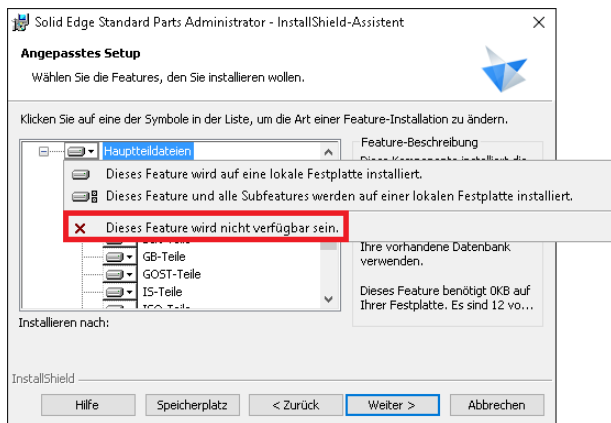
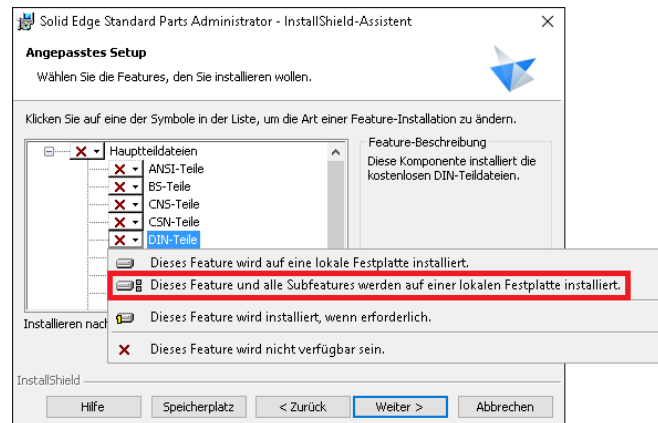
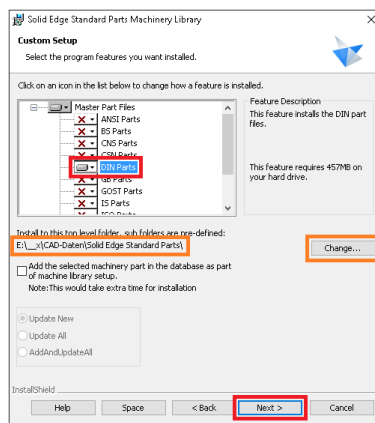

Abbildung 7
Abbildung 8
Abbildung 14
3.5. Stellen Sie sicher, dass zumindest eine Norm der sogenannten Hauptteile installiert wird, ansonsten wird **keine** Verbindung zur Datenbank hergestellt – d. h., dass die Standard Parts nicht funktionieren! Wählen Sie zuerst alle Hauptteildateien ab, indem Sie im Pull-Down-Menü das rote X (Abb. 7) auswählen. Dann erweitern Sie ggf. die Liste, so dass Sie eine Norm aktivieren (Abb. 8). Vorzugsweise eine der Normen, die Sie vollständig installieren möchten – Hier im Beispiel DIN-Teile.
- 4.3. Wie schon unter 3.6. (Abb. 8 + 9) beschrieben, wählen die zu installierenden Normen aus (Abb. 14). Der Installationsordner ist schon durch die vorhergehenden Installationsschritte voreingestellt. (Bei Bedarf kann dieser zwar geändert werden, dieses Vorgehen wird jedoch in dieser Anleitung nicht behandelt)